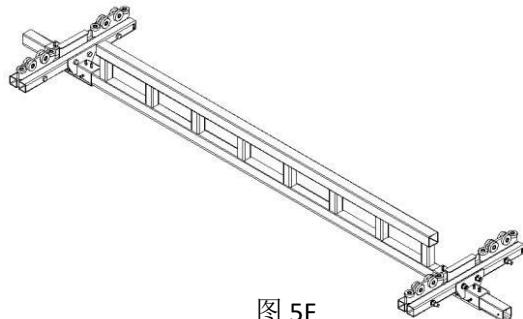

图 5F
5.19 将主梁提升到固定型轨，同时将型轨小车插入到固定型轨的端口（如图 5F）。